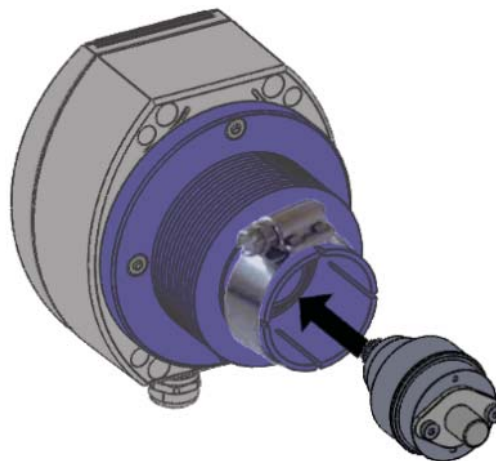

Abbildung 14 *Sensorblock einschieben*
**VORSICHT: Gehen Sie bei der Demontage vorsichtig vor, um versehentliche Schäden am elektrischen Anschluss im Sensorkopf (1) zu vermeiden.**
1. Entfernen Sie den Sensorkopf (1) laut Beschreibung in Kapitel 9.1 und legen Sie ihn auf einen sauberen Arbeitsplatz.
2. Ziehen Sie vorsichtig am Sensor (6), um ihn aus dem Sensorkopf zu lösen (1).
3. Entsorgen Sie den Zirconiumdioxid-Sensor (6) oder schicken Sie ihn gegen eine Gutschrift (unter bestimmten Bedingungen) an Michell Instruments zurück; siehe Kapitel 9.5 „Entsorgung“.
5. Achten Sie darauf, dass der neue Zirkoniumdioxid-Sensor (6) bündig zum Sensorkopf (1) ist und installieren Sie ihn. Drücken Sie vorsichtig dagegen, um den Sensor an seiner Position zu befestigen: siehe Abb. 14.